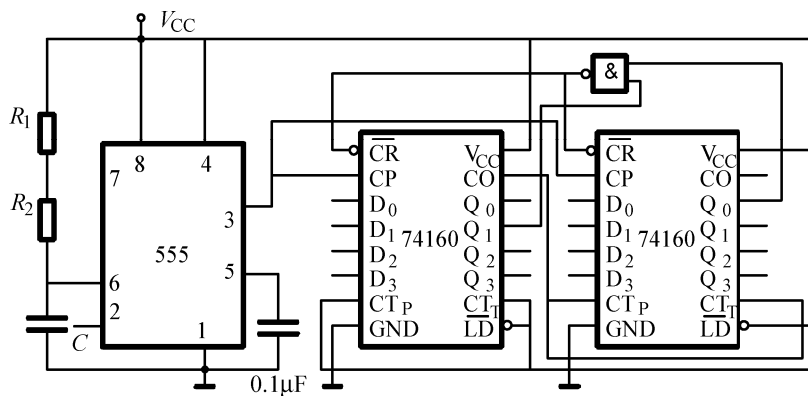

图 4-6
3. (本小题 10 分) 某同学用 EWB 进行多谐振荡器和计数器电路的仿真, 电路如图 4-6 所示, $V_{CC}=6\text{V}$, $R_1=10\text{k}\Omega$, $R_2=100\text{k}\Omega$, 电容 $C=2\mu\text{F}$, 试问: